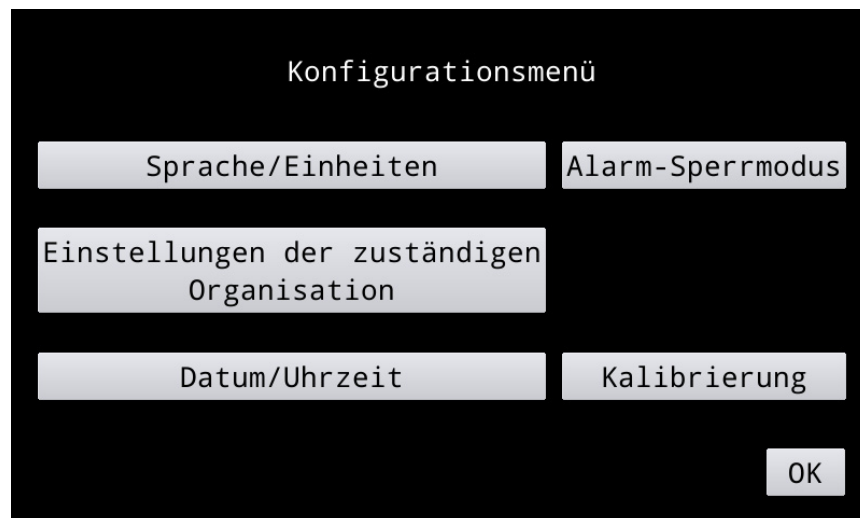

Abbildung 8. Konfigurationsmenü
4. Das Konfigurationsmenü (Abbildung 8) wird angezeigt.